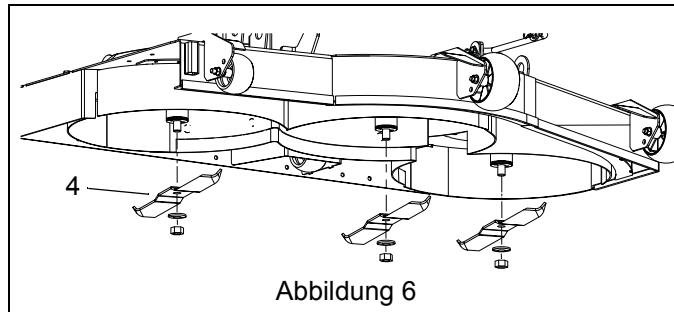

Abbildung 6
8. Die Mulchmesser (Pos. 4) mit den vorher entfernten Unterlegscheiben und Sechskantmuttern anbringen. Die Muttern an den Messern auf ein Drehmoment von 136 N·m – 163 N·m (100 lb·ft – 120 lb·ft) anziehen. Siehe Abbildung 6.